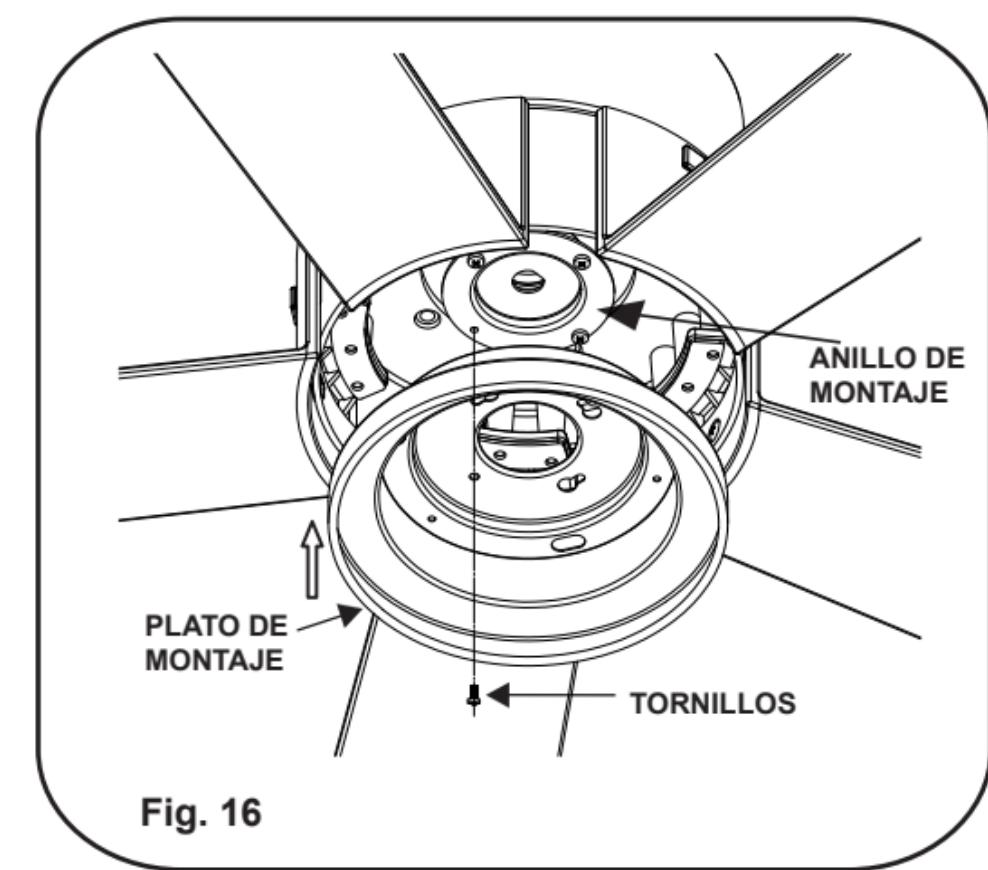

Fig. 16
Paso 2. Coloca los agujeros de la placa de montaje sobre los 3 tornillos previamente aflojados del anillo de montaje, gira la placa de montaje hasta que se bloquee en la sección estrecha de las cerraduras. Asegura apretando los 3 tornillos previamente aflojados y el que se había quitado antes. (Fig. 16)